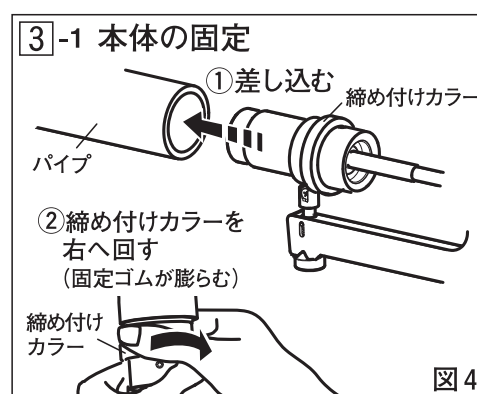

図 4
- ① 固定ゴム部をパイプの内径側に締め付けカラーの端面に当るまで差し込みます。(図4)
- ② 当たり部を手で握りながら締め付けカラーを右に回します。(図4)
- ③ 固定ゴムが膨らみ、パイプの内側で本体を固定します。
- ④ 締め付けノブを緩めた状態で、アームの高さを調整しバイトをパイプ表面に当てます。
- ⑤ 調整後、締め付けノブを締め付けます